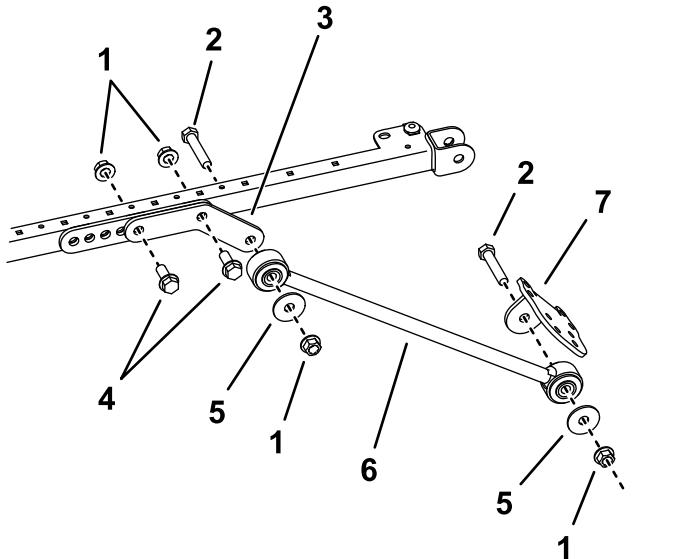

Figura 40
- Su ciascun lato del telaio del parasole montate, senza serrare, una biella sul foro posteriore e centrale della staffa di montaggio con 2 bulloni (½" x 1½") e 2 dadi flangiati (½"), come illustrato nella Figura 40.
- Collegate un supporto di ancoraggio sul lato esterno di ciascuna biella con un bullone (½" x 2½"), una rondella (½") e un dado flangiato (½"), come illustrato nella Figura 40.
- Montate, senza serrarla, una staffa di ancoraggio su ciascun supporto di ancoraggio con un bullone (½" x 2½"), una rondella (½") e un dado flangiato (½"), come illustrato nella Figura 40.